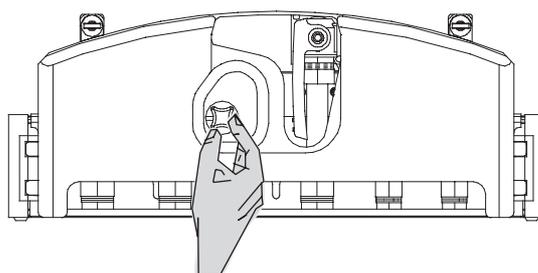

Fig. 3
Nel caso ciò avvenisse a causa di perdite nell'impianto o di spurghi ripetuti, si deve ripristinare la pressione minima, a freddo, di 1 bar (10 m H2O) - campo azzurro - aprendo per il tempo necessario il rubinetto di riempimento (12) posto sotto la caldaia (fig. 3). Dopo l'operazione il rubinetto deve essere chiuso accuratamente. Se il calo di pressione è molto frequente chiedere l'intervento del Servizio di Assistenza in quanto va eliminata l'eventuale perdita nell'impianto.